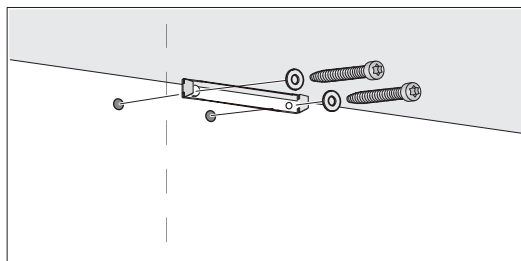

Рис. 2
4. Прикрутите крепежную скобу для коробов. (Рис. 2)